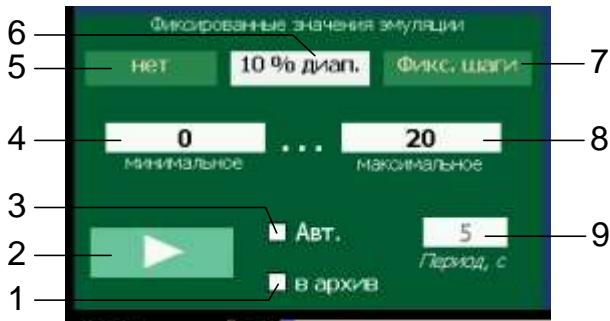

Рисунок 2.32
2) при нажатии кнопки «**10 % диап.**» ИКСУ-2012 воспроизводит значения в пошаговом режиме начиная с минимального заданного (значение параметра «**минимальное**») до максимального (значение параметра «**Максимальное**») с интервалом, равным 10 % от диапазона, обозначенного границами параметров «**минимальное**» и «**максимальное**» (см. рисунок 2.32).